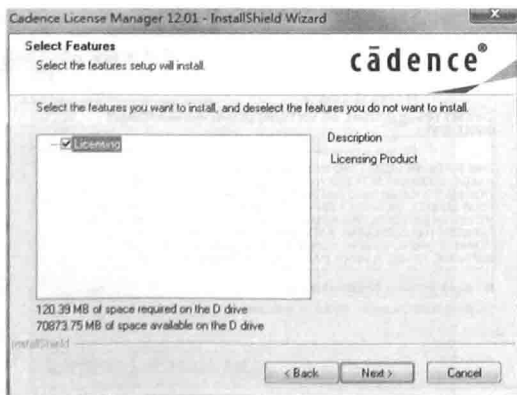
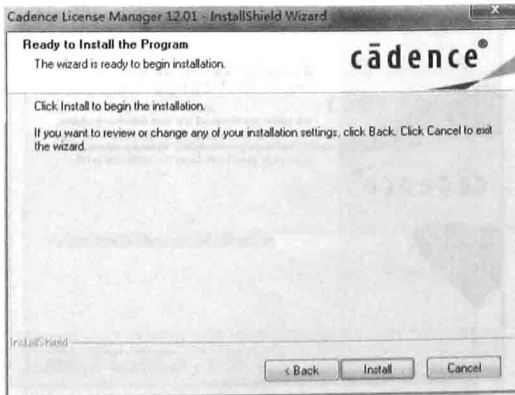

图 1.2.6 “Select Features”对话框
图 1.2.7 “Ready to Install the Program”对话框
(4) 单击“确定”按钮，出现“Select Features”对话框，如图 1.2.6 所示。单击“Next”按钮，出现“Ready to Install the Program”对话框，如图 1.2.7 所示。